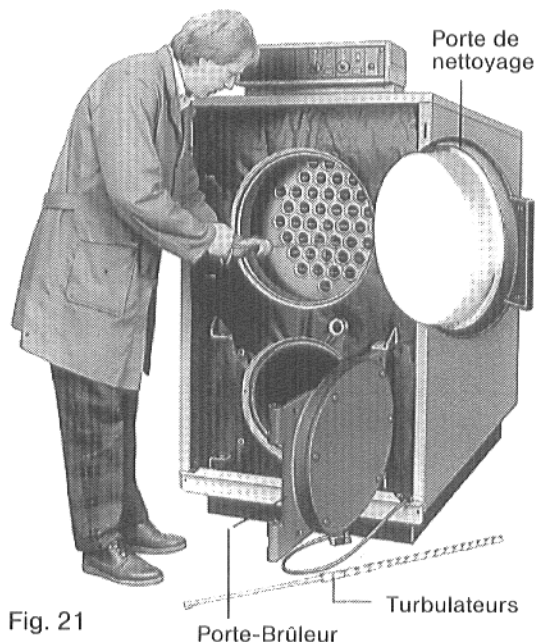

Fig. 21
2. Dévisser les vis M10 de la porte de nettoyage et ouvrir la porte (fig. 21)
4. Brosser les surfaces de chauffe secondaires à l'aide des brosses spéciales (fig. 21)
7. Dévisser les vis M10 de la porte-brûleur et ouvrir la porte-brûleur (fig. 21)